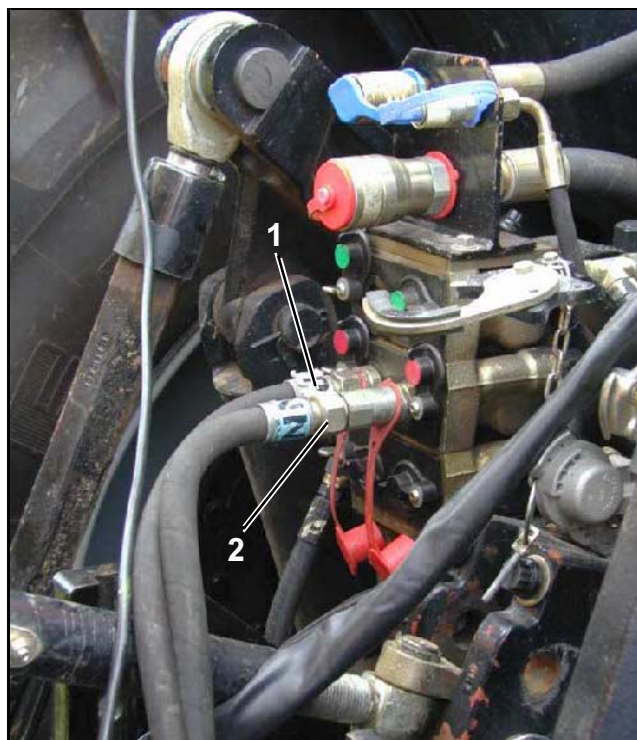

Рис. 78
- 1 устройство управления простого действия для подключения напорной линии (Рис. 78/1).
- 1 безнапорная линия для подключения обратной линии (Рис. 78/2).